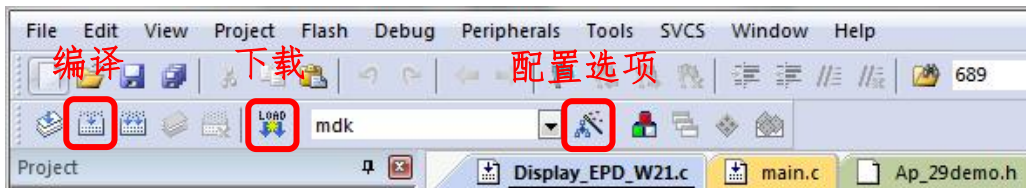
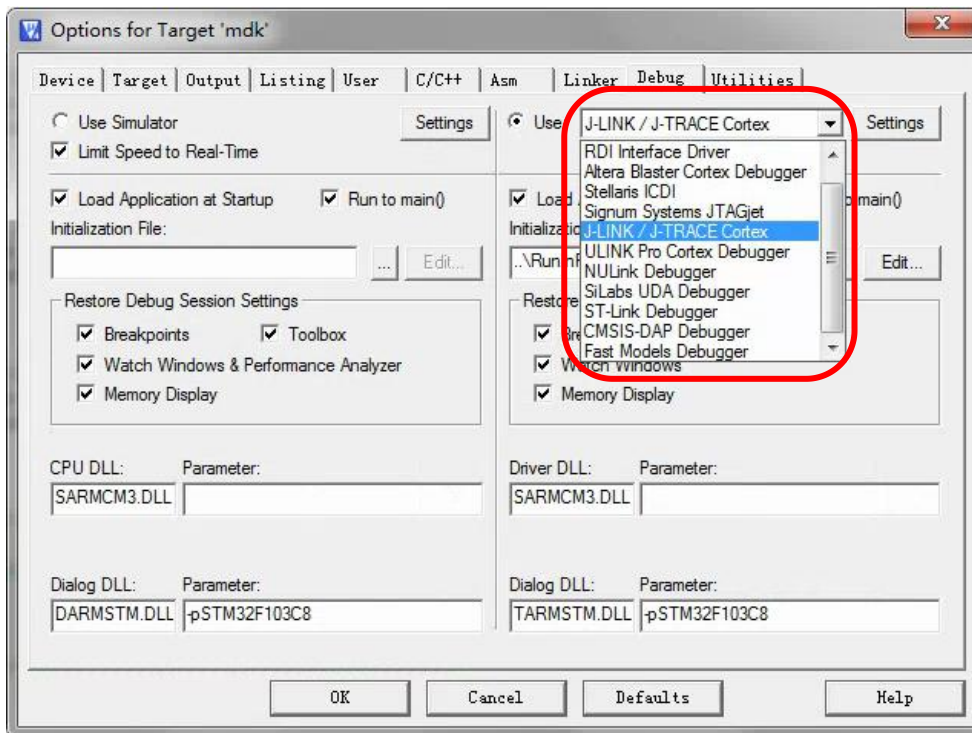
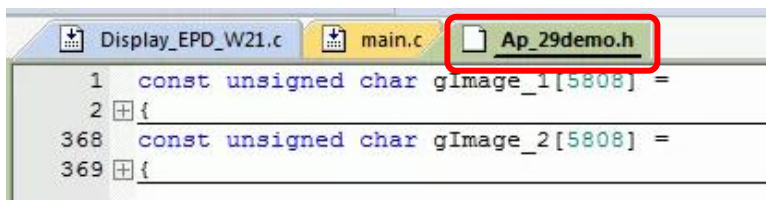

图 10 Keil4 工具栏
图 11 选择仿真器型号
图 12 更换图片数据
3) Keil4 工具栏如图 10 所示，首次使用仿真器需要点击  ，弹出图 11 对话框，在 Debug 栏选择仿真器型号，点击 OK 确定。
4) 点击图 12 中的 Ap\_29demo.h，可在其中更换需要显示的图片数据（图片数据需要通过取模软件 Image21cd 对图片取模来获取）。
5) 点击图 10 工具栏中的  对程序进行编译。
6) 点击图 10 工具栏中的  对程序进行下载。
- 9) 更换图片时，需要使用 Keil4 修改图片数据（如图 12），修改完成后进行编译（如图 10）即可生成新的 mdk.hex 文件，重新选择该文件即可进行下载。